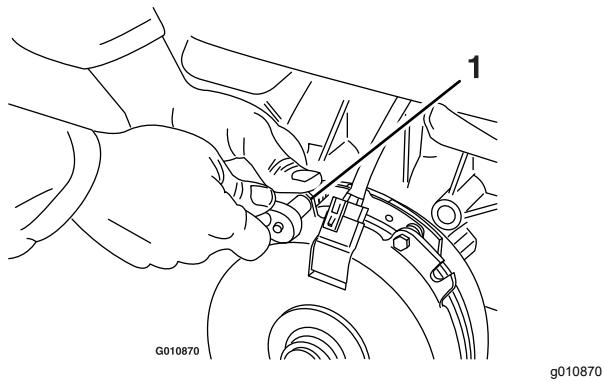

Figura 89
- A. Afloje ambos pernos de montaje del freno entre media y una vuelta, según se muestra en Figura 89.